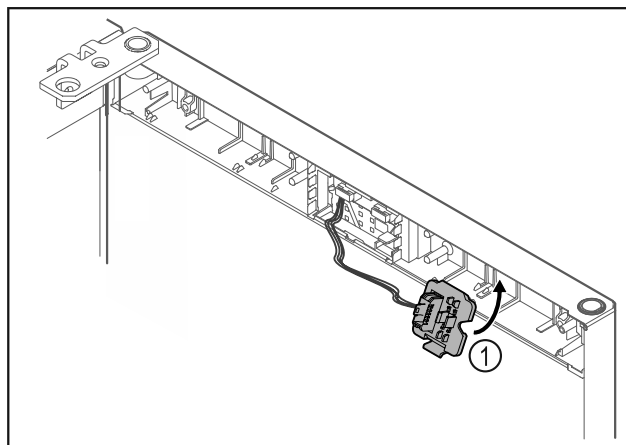

Fig. 19
- Clipser le support de connecteur Fig. 19 (1) du côté opposé.*